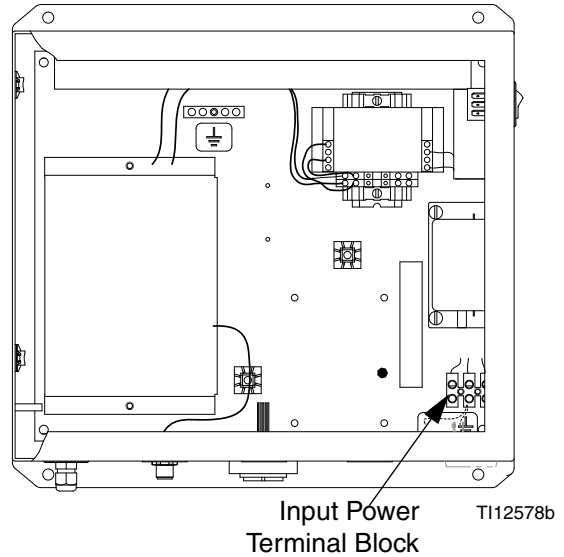

FIG. 12: Conexión de alimentación principal
2. Vea FIG. 12 y el **Diagrama eléctrico del sistema** en la página 32 para las conexiones de cables L1, N y tierra dentro del EasyKey.